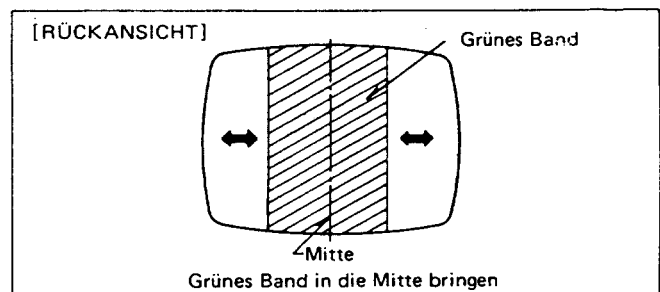

Abb. B-3
4. Drehen Sie den Grün-Begrenzungsregler auf Maximum und die Rot- und Blau- Begrenzungsregler auf Minimum. Stellen Sie den Bildregler dann so ein, daß das grüne Band am besten gesehen werden kann. (Abb. B-3)